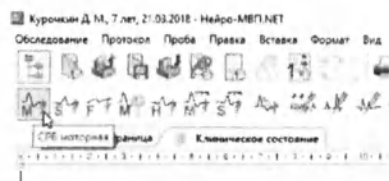

Рис. 4. Выбор пробы «СРВ моторная»
1. С помощью левой кнопки мыши активируйте кнопку «СРВ моторная» (рис. 4).